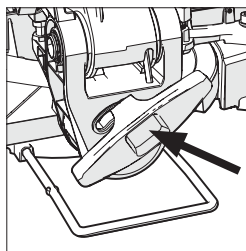

Fig. 22
- Afloje el tornillo de bloqueo del bisel (**Fig. 22**).